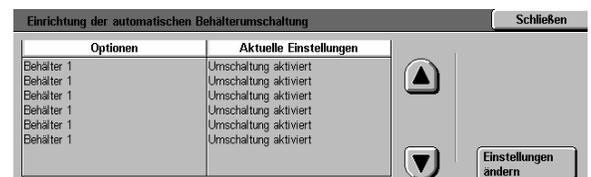

Abb. 10: Automatische Behältereinrichtung
- 2 **Automatische Behältereinrichtung** betätigen. Der Bildschirm “Automatische Behältereinrichtung” erscheint (s. Abb. 10).